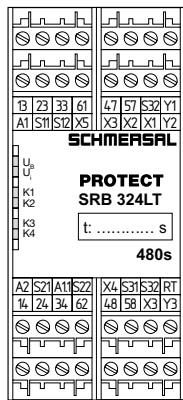

Fig. 1
5.2 Descrição dos terminais (ver Fig. 1)